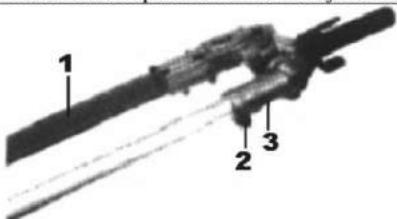

Fig.HT3
4.1- Instalación del cortador del cortasetos (Fig.HT3 & 4)